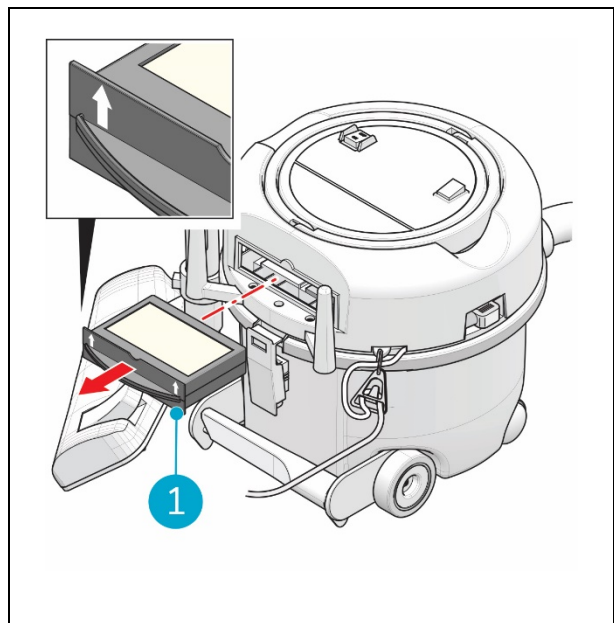

Abbildung 22
1. Ziehen Sie den Kassettenfilter (Abb. 22, Pos. 1) aus dem Deckel des i-vac® 6.